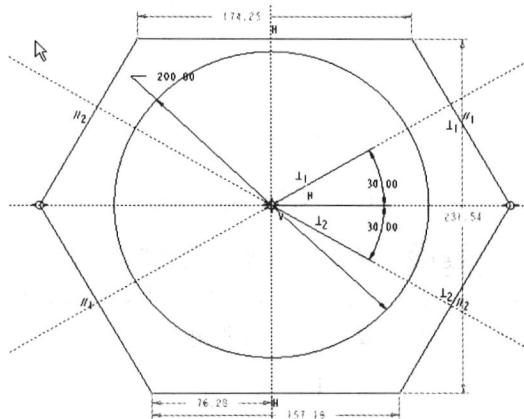

图 1-14 添加平行约束
**Step6** 单击“草绘器工具”工具栏“约束”面板中的“平行”按钮 $\parallel$ ，选择直线2和5，使两直线相互平行。采用同样的方法作用于直线3和直线6后，图形显示如图 1-14 所示。